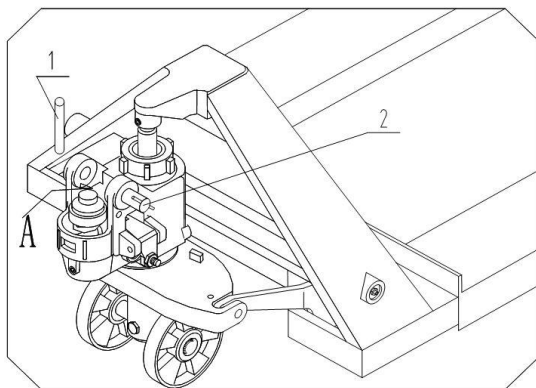

Fig. 1
2.1.1 Se fig 1. Demontera det tillfälliga fjäderstiftet från stiftstav (2), och dra sen ut stiftstaven (2).